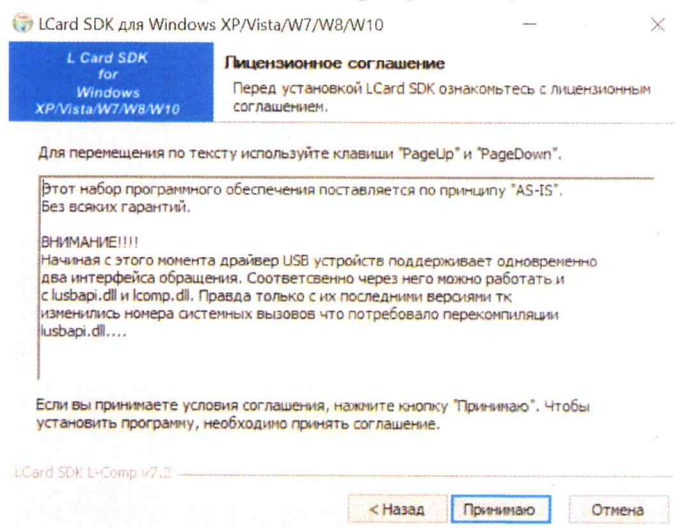

Рисунок 17
5) В появившемся окне нажмите «Принимаю» (рисунок 17).